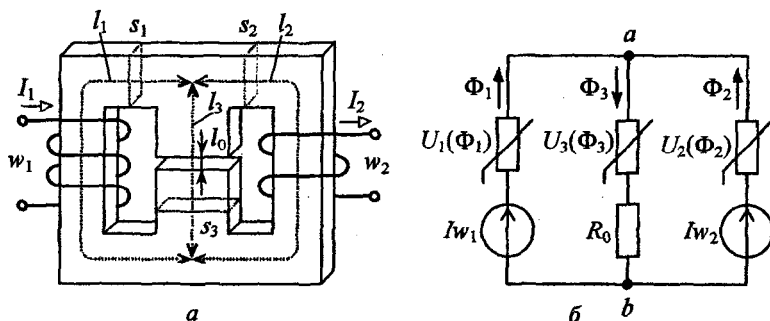

Рис. 1.15
**Задача 1.13.** Выполнить расчет в MathCAD разветвленной магнитной цепи (рис. 1.15, а) и определить индукцию магнитного поля в зазоре  $B_0$ .
4. Составляется расчетная схема магнитной цепи (рис. 1.15, б), для схемы записывается система уравнений по законам Кирхгофа. Решение системы уравнений производится по программе "Given...Find":